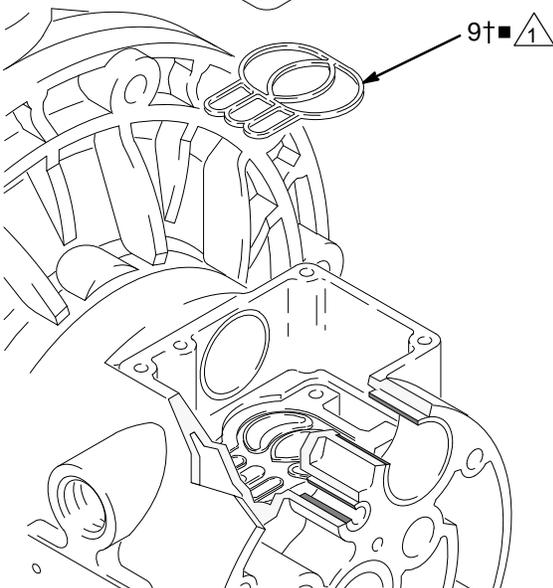

図 9
5. バルブプレート (8■) を取り付けただままで点検します。損傷していた場合には、トルクス (T20) ドライバーまたは 7 mm (9/32 インチ) のソケットレンチを使用して、3 本のネジ (3) を外します。バルブプレート (8■) を取り外し、アルミニウム製センターハウジングのモデルでのみ、シールを取り外します (9)。図 9 を参照してください。
- アルミニウム製センターハウジングのモデルでは、バルブプレートシール (9+■) はバルブキャビティ底部に取り付けます。バルブプレートシールの円形の側を下向きにして溝に取り付ける必要があります。図 9 を参照してください。
- バルブプレート (8■) i をキャビティに取り付けます。アルミニウム製センターハウジングモデルでは、プレートはリバーシブルとなっています。そのため、どの側を上にしてもかまいません。トルックス (T20) ドライバーまたは 7 mm (9/32 インチ) のソケットレンチを使用して、3 本のネジ (3) を締めます。ネジの下端がハウジングから出るまで締めてください。図 9 を参照してください。